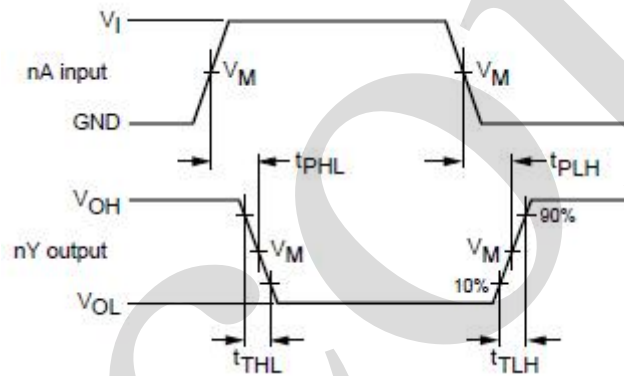
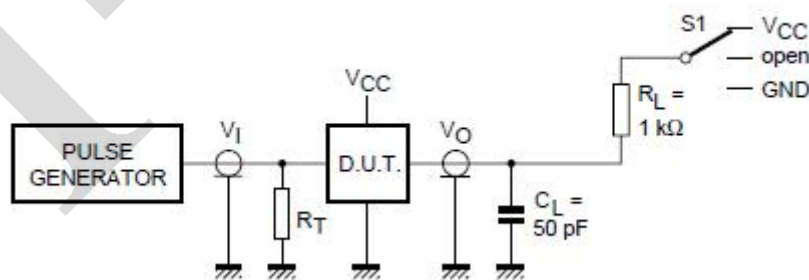

图 6、数据输入 (nA) 到输出 (nY) 的传输延时和输出转换时间
图 7、交流参数测试图
3.3.5、交流参数 1 ($T_{amb}=25^{\circ}\text{C}$, $GND=0$, $t_r=t_f=6.0\text{ns}$, $C_L=50\text{pF}$, 见图 6、图 7)
3.3.6、交流参数 2 ($T_{amb}=-40 \sim +85^{\circ}\text{C}$, $GND=0$, $t_r=t_f=6.0\text{ns}$, $C_L=50\text{pF}$, 见图 6、图 7)